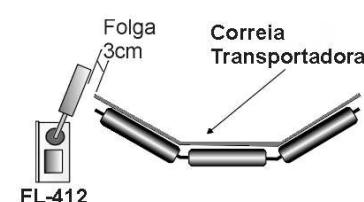

Fig 3
- Déve existir uma folga de 3 cm entre a correia e o rolete para evitar falsos sinais de desalinhamento. A correia deve atingir perpendicularmente o rolete em seu ponto médio. (fig. 3)